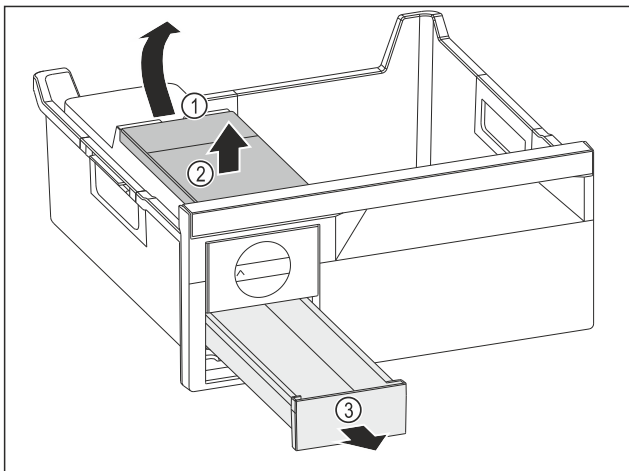

Fig. 77
- ▶ Watertank wegnemen: Watertank bij de uitsparing Fig. 77 (1) optillen.
- ▶ Watertank Fig. 77 (2) naar boven toe wegnemen.
- ▶ Ijsblokjesvak Fig. 77 (3) naar voren toe wegnemen.